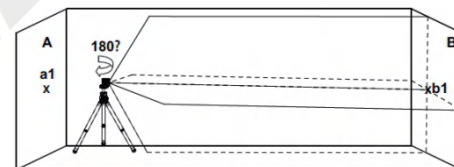

Abb.2
5. Drehen Sie den Laser um 180° in Richtung Wand B und markieren Sie an der Wand den Mittelpunkt der Kreuzlinien als b1 (siehe Abbildung 2).